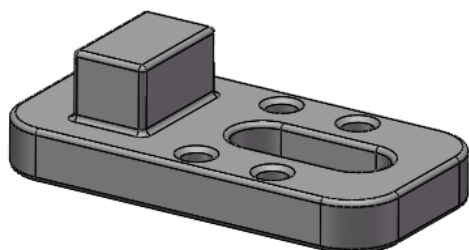

图 13.3.6 特征合并
(4) 特征合并（图 13.3.6）。在建模过程中将大小相等的圆角、倒角特征或功能进行